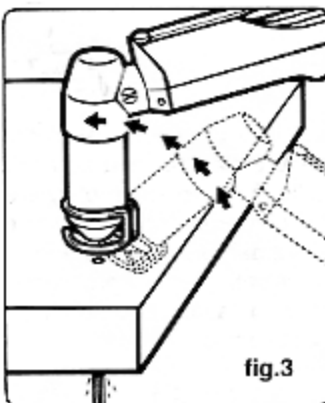

fig.3
- nell'impiego manuale (vedi fig.3) disporre la torcia in posizione inclinata e lentamente raddrizzarla in modo che il metallo fuso non sia spruzzato sull'ugello,